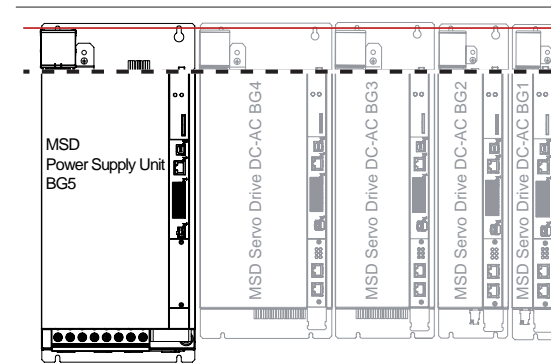
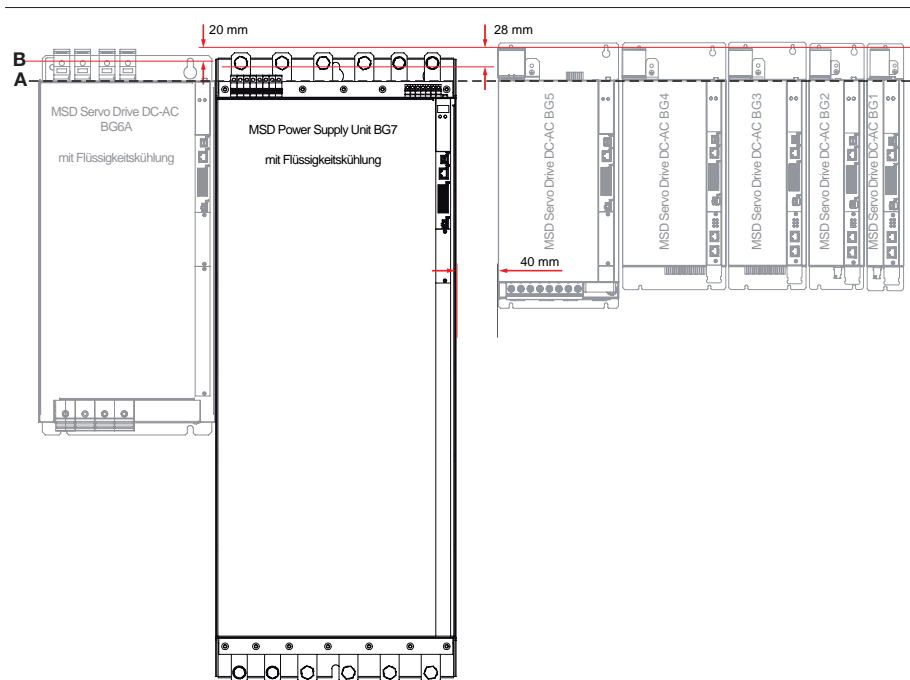

Bild 3.8 Anreihung Achsverbund mit Flüssigkeitskühlung und Versorgungseinheit BG5
Bild 3.10 Anreihung Achsverbund mit Flüssigkeitskühlung und Versorgungseinheit BG7
- Richten Sie die Versorgungseinheit BG5 und alle MSD Servo Drive DC-AC auf einer Linie entlang der Geräte-Oberkante aus (siehe Linie A in Bild 3.8). Das ist notwendig, um die DC-Leistungsversorgung mit den vorkonfektionierten Leitungen durchführen zu können.
- Richten Sie alle MSD Servo Drive DC-AC und die Versorgungseinheit BG7 auf einer Linie entlang der Geräte-Oberkante (siehe Linie A in Bild 3.10) aus. Versetzen Sie die Montagebohrungen der Versorgungseinheit BG7 um ca. 28 mm und die des DC-AC-Servoregler BG6A um ca. 20 mm nach unten (siehe rote Linie B in Bild 3.10). Zusätzlich muss seitlich (im Bild rechts der Versorgungseinheit BG7) ein Abstand von ≥ 40 mm eingehalten werden. Das ist notwendig, um die DC-Link Verbindung durchführen zu können.
2. Beachten Sie die Montageabstände. Berücksichtigen Sie zusätzlich den Biegeradius der Anschlussleitungen. Maßbilder/Lochabstände siehe Bild 3.8 bis Bild 3.10 und Tabelle 3.2.